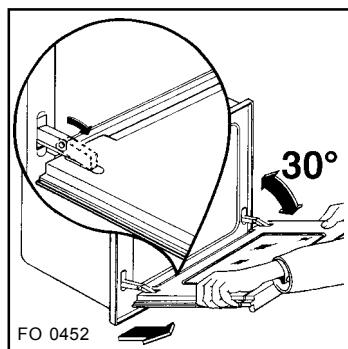

Fig. 5
- refermez la porte de façon à lui faire toucher les languettes, pousser de nouveau la porte comme si vous vouliez la fermer et tirez-la vers l'extérieur en l'enlevant de son support (Fig. 5);